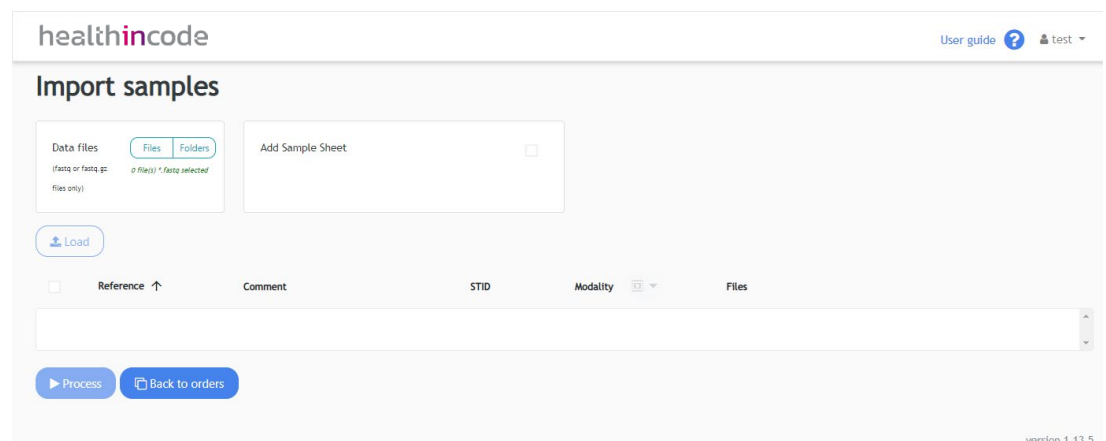

Figura 25. Pantalla para importar los ficheros *FastQ* y la *SampleSheet* e iniciar la solicitud de análisis
- 01 Seleccionar “*Import Samples*” en la pantalla principal (pestaña de *Orders*) para iniciar el análisis de las muestras secuenciadas. De esta forma se accede a la pantalla de importación de ficheros (Figura 25). En dicha pantalla se deben importar los 12 ficheros *FastQ* asociados a cada muestra y opcionalmente, el fichero de la *SampleSheet*, que permitiría importar todos los ficheros del mismo run de secuenciación simultáneamente.